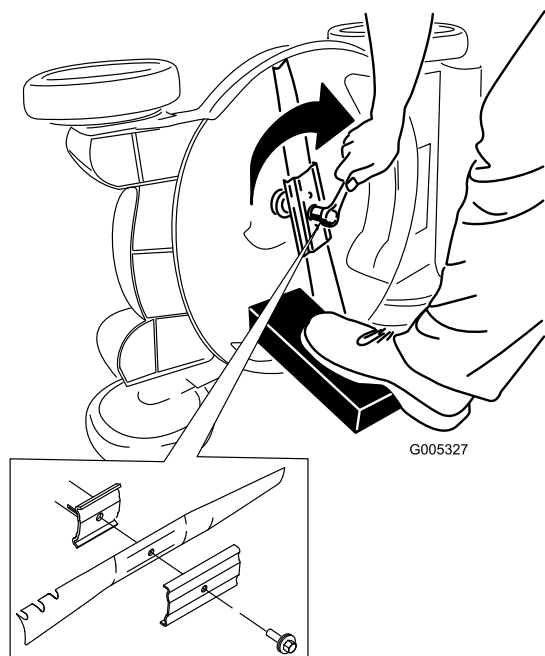

Figure 47
5. Montez la nouvelle lame et toutes les fixations (Figure 47).